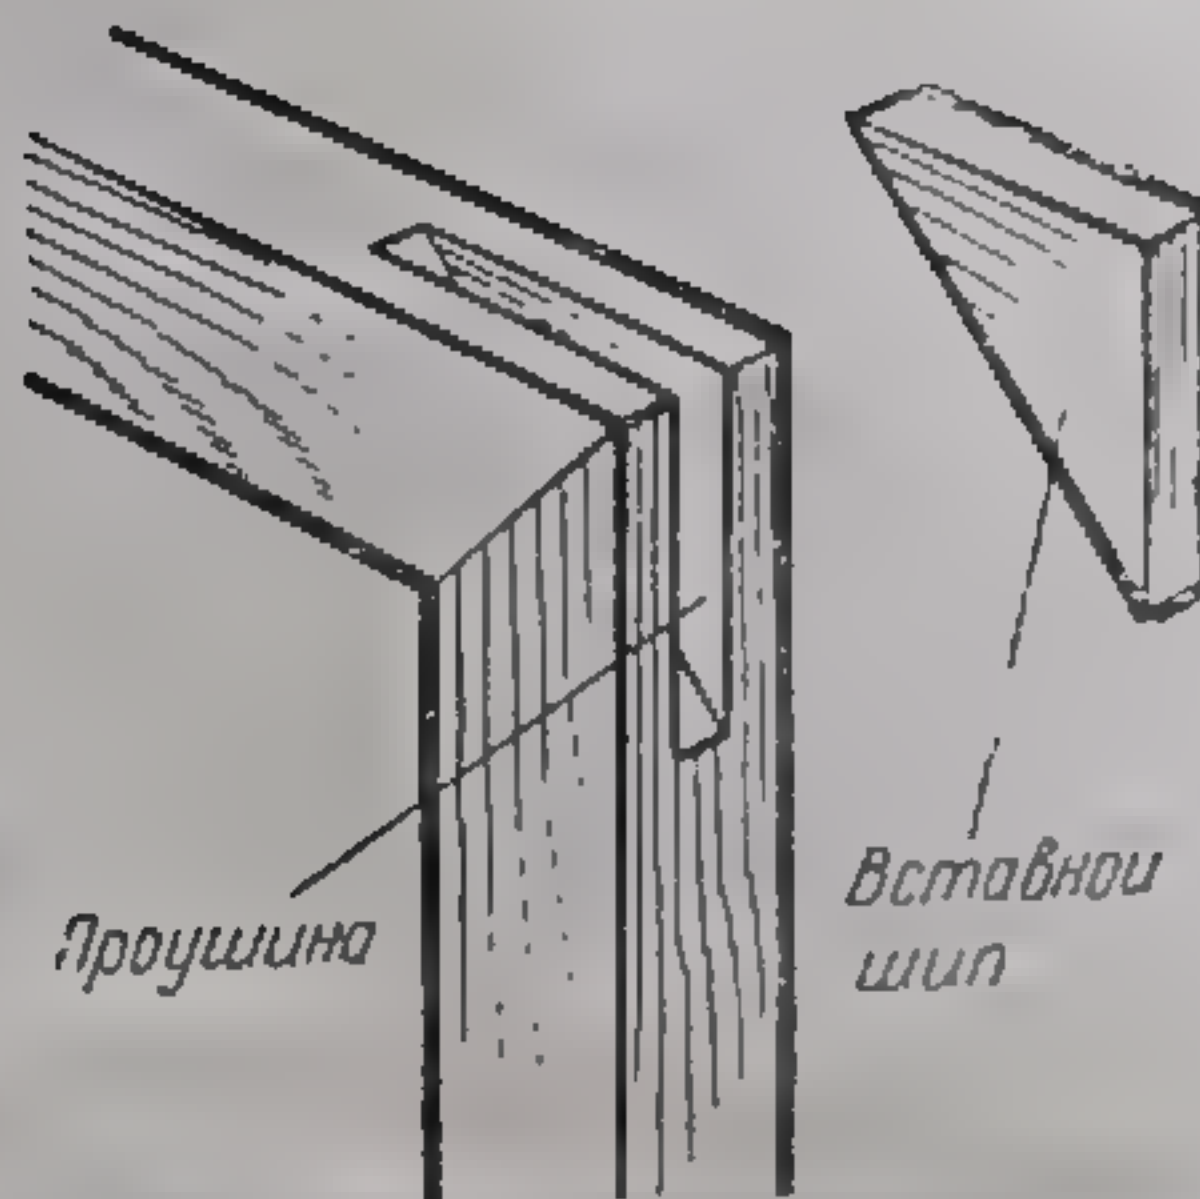

Рис. 12. Вставка шипа.
7. Изготовить и вклеить вставные шипы (рис. 12).